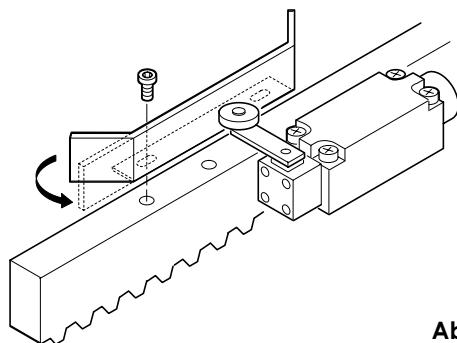

Abb. 12A
**Hinweis:** Die Bleche sind für Schraubeinbau vorgerüstet (Abb. 12A).
- Wichtig:** a) Das Blech muß den Endanschlag gem. Abb. 12A auf der Profilseite auslösen.
b) Zum Schutz vor Überlauf des Blechs (lange Bremsung) sollte das Profilende nach Angaben in Abb. 12A begradigt werden.
Durch den Endanschlag mit Rolle/Hebel von Antrieb wird die Bewegung des Tores gestoppt, sobald ein Profilblech auf der Zahnstange den Hebel betätigt und hierdurch den Mikroschalter (Abb. 12A) auslöst.